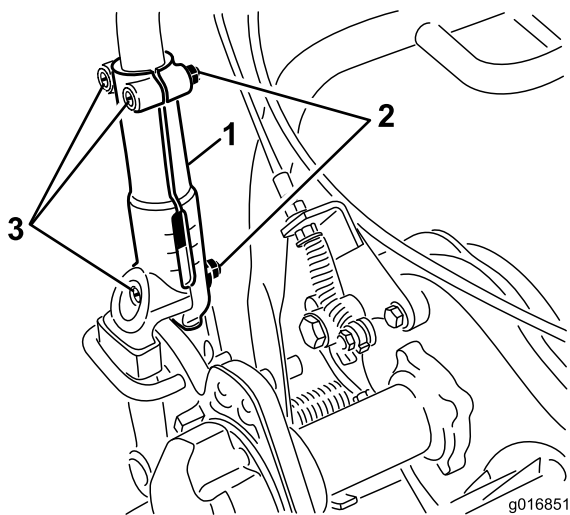

図 23
1. ハンドルを左右のハンドルクランプに固定しているキャリッジボルトとナット各3をゆるめる 図 23。